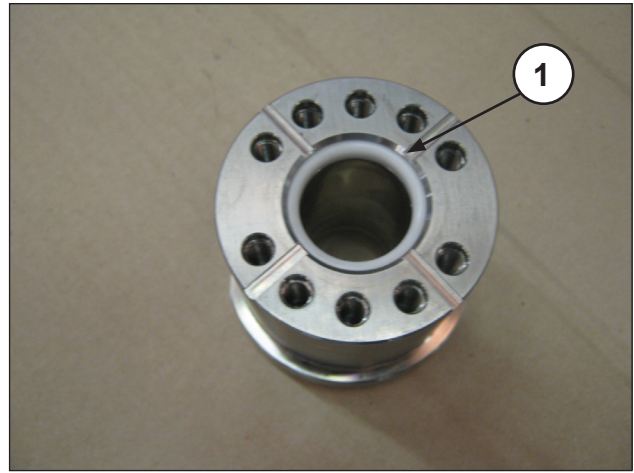

Abb. 37
- Setzen Sie die Dichtung in die Buchse ein (Abb. 37, Pos. ①).